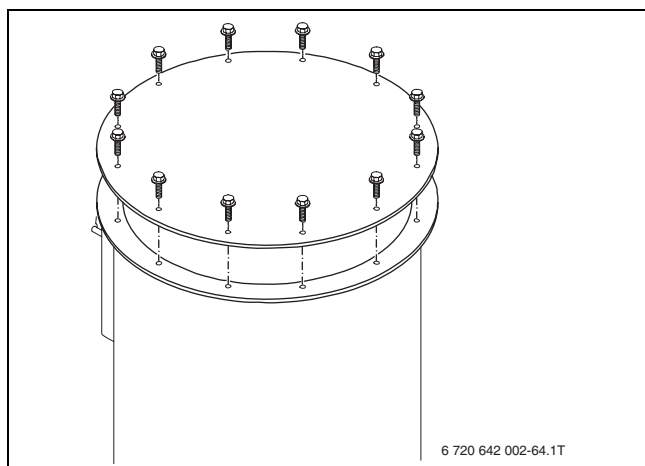

Bild 77 Kesseldeckel demontieren
- Schrauben am Kesseldeckel lösen und den Kesseldeckel nach oben abnehmen (→ Bild 77).